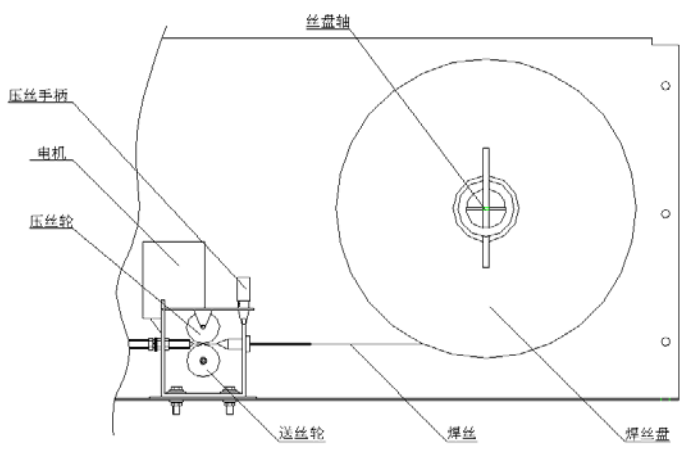

图 2 送丝机示意图
- e. 打开主机送丝机构一侧的盖板，参照图 2 装入焊丝；装好焊丝后将盖板复原。具体步骤如下：
- ①将焊丝盘装到丝盘轴上，注意出丝方向；
- ②根据焊丝直径选择与焊丝相同规格的送丝轮和导电咀，将焊丝手动送入焊枪内部，压好送丝轮，调节手柄刻度，保证焊丝不打滑；